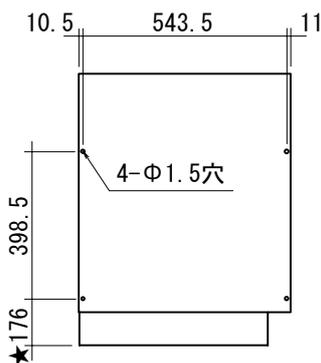

図12-8
- ①トールキャビネット側板の所定の位置にΦ1.5の穴(深さ5mm程度)を加工してください。(図12-8)